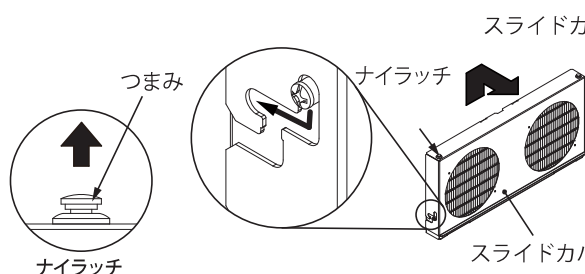

図3
1. スライドカバーのナイラッチつまみを「カチッ」と音がするまで持ち上げ、ロックを解除してください。(図 3)
2. スライドカバーを持ち上げ、そのまま手前に傾けて開いてください。(図 3)